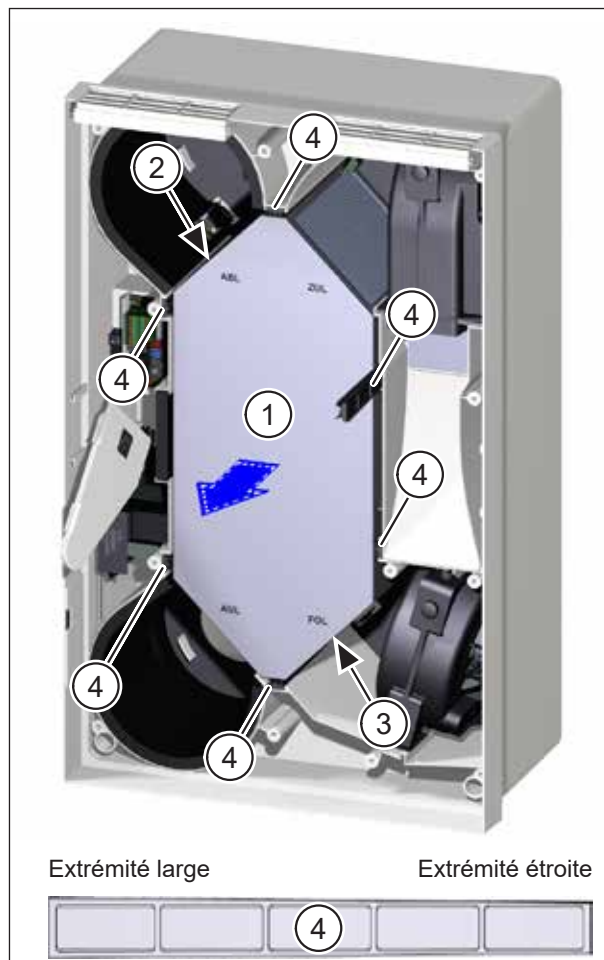
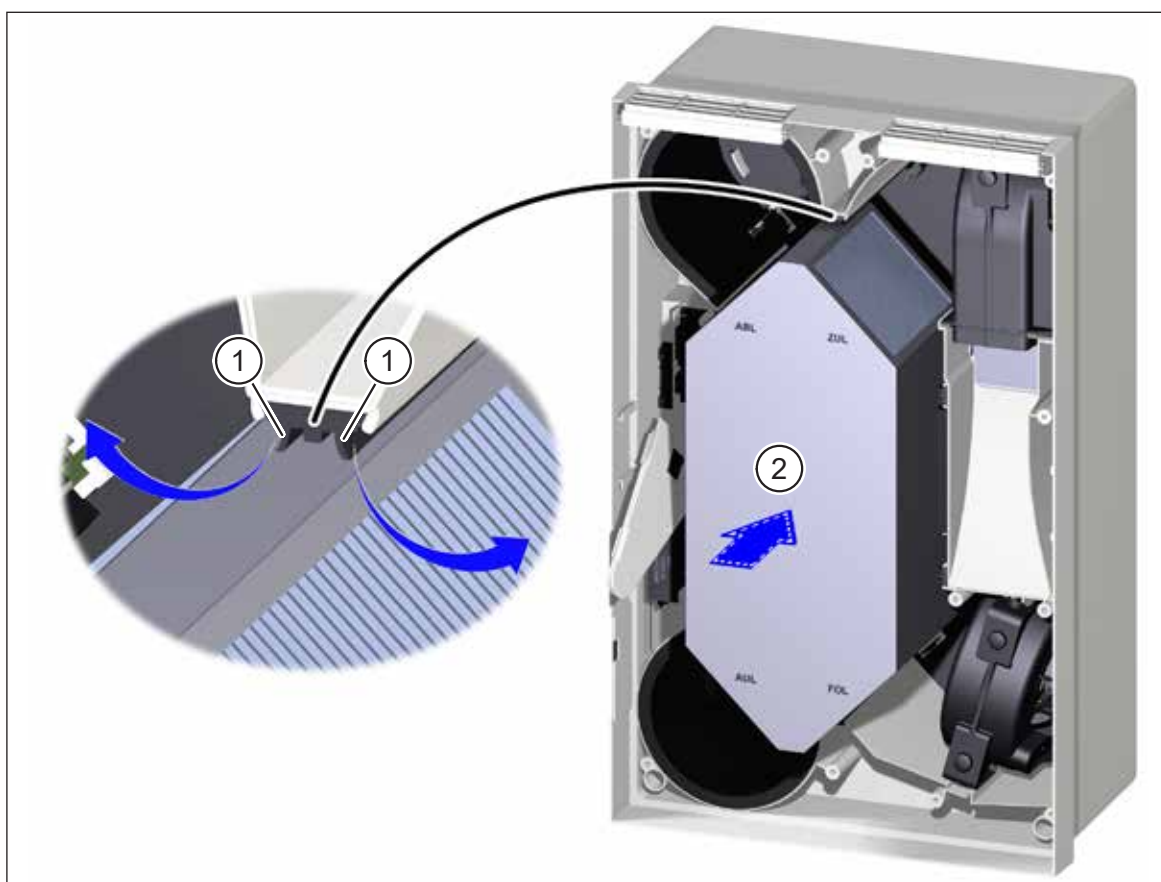

Fig. 24 : Enlever l'échangeur thermique
Fig. 25 : Installer l'échangeur thermique
- ▶ Saisissez l'échangeur thermique (pos. 1 dans Fig. 24) côté air repris (inscription « ABL », pos. 2 dans Fig. 24) et côté air rejeté (inscription « FOL », pos. 3 dans Fig. 24).
- ▶ Retirez délicatement l'échangeur thermique vers l'avant. Assurez-vous que les 6 profils d'étanchéité (pos. 4 dans Fig. 24) ne sortent pas en même temps.
- ▶ Remettez immédiatement les profils d'étanchéité dans leur position d'origine. Veillez à bien pousser le profil d'étanchéité avec l'extrémité étroite (voir Fig. 24) en premier dans le support.
- ▶ Appliquez une fine couche de vaseline sur les lèvres d'étanchéité (pos. 1 dans Fig. 25) des 6 profils d'étanchéité (pos. 4 in Fig. 24 à la page 24).
- ▶ Remplacez l'échangeur thermique (pos. 2 dans Fig. 25) dans le boîtier.
- Les lèvres d'étanchéité des profils d'étanchéité doivent pointer vers l'extérieur (voir flèches dans Fig. 25).